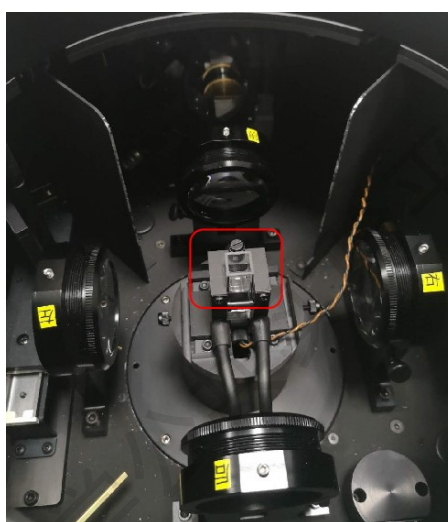

图 6-6 装载液体样品池
(2) 将比色皿如图 6-6 所示，放入液体样品支架，完成液体样品的上样。